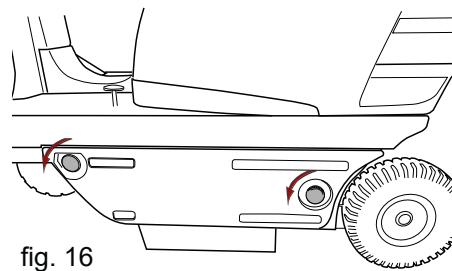

fig. 16
- Die Klappe auf der linken Seite der Maschine durch Lösen der Schraubgriffe öffnen (Abb. 16).